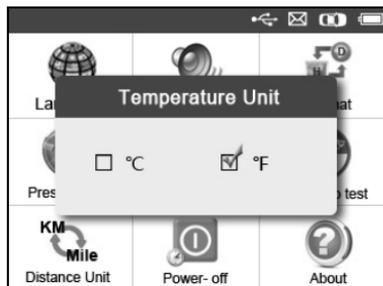

Figura 3.7
- 2) Dalla schermata **Unità di temperatura**, utilizzare il pulsante di scorrimento **DESTRA/SINISTRA** per selezionare l'unità di misura desiderata per la temperatura (figura 3.7).